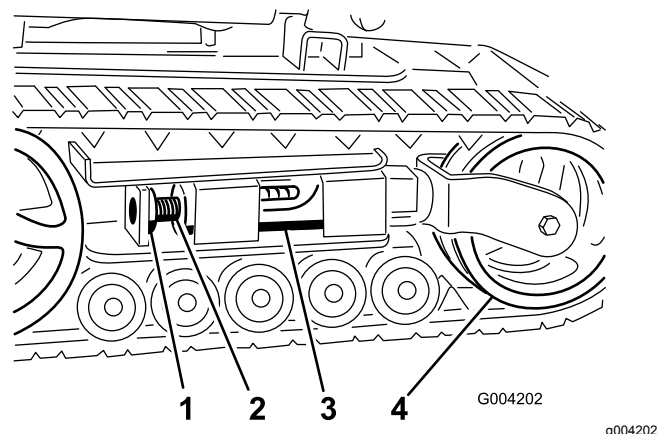
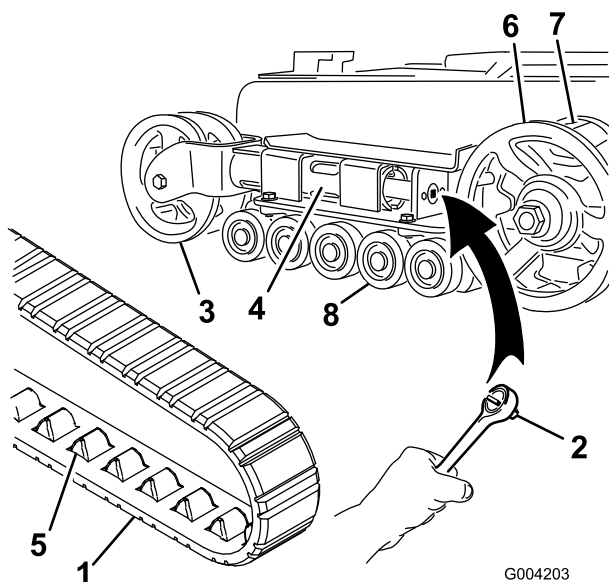
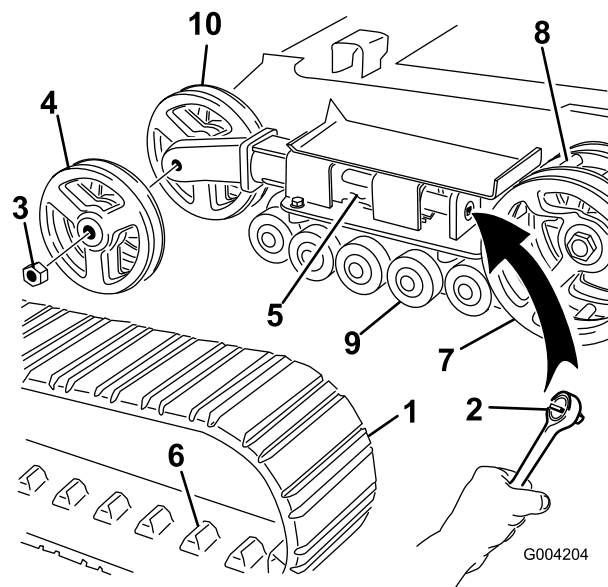

Figura 47
Figura 48
Figura 49
4. Togliete il bullone di bloccaggio e il dado (Figura 47).
6. Allineare l'intaglio più vicino della vite di tensione al foro del bullone di bloccaggio e fissare la vite con il bullone di bloccaggio e il dado (Figura 47).
Nota: Avete cingoli a larghezza ridotta se le ruote di tensione anteriori sono montate all'interno di una forcella all'estremità del tubo di tensione (Figura 48).
5. Utilizzando un cricchetto di trasmissione da ½", rilasciate la tensione di trasmissione ruotando la vite di tensione in senso orario (Figura 47 e Figura 48).
6. Spingere la ruota di tensione verso il retro dell'unità in modo da spostare il tubo di tensione contro il telaio (Figura 48).
8. Quando il cingolo è staccato dalla ruota di tensione, rimuovetelo dai denti di trasmissione e dalle ruote non motrici (Figura 48).
9. Avvolgete il nuovo cingolo iniziando dalla ruota conduttrice e controllando che i denti del cingolo si alloggino tra i distanziali della ruota stessa (Figura 48).
10. Spingere il cingolo sotto e tra le ruote non motrici (Figura 48).
Nota: Avete cingoli a larghezza ridotta se le ruote di tensione anteriori sono montate sui lati dell'estremità del tubo di tensione (Figura 49).
5. Utilizzando un cricchetto di trasmissione da ½", rilasciate la tensione di trasmissione ruotando la vite di tensione in senso orario (Figura 47 e Figura 49).
6. Spingere la ruota di tensione verso il retro dell'unità in modo da spostare il tubo di tensione contro il telaio (Figura 49).
7. Togliere il dado di fissaggio della ruota di tensione esterna e rimuovere la ruota (Figura 49).
8. Togliere il cingolo (Figura 49).
9. Togliere il dado di fissaggio della ruota di tensione interna e rimuovere la ruota (Figura 49).
13. Montare la ruota di tensione interna e fissarla con il dado tolto in precedenza (Figura 49).
15. Montare il nuovo cingolo, accertandosi che gli attacchi del cingolo si inseriscano tra i denti al centro della ruota conduttrice (Figura 49).
16. Montare la ruota di tensione esterna e fissarla con il dado tolto in precedenza (Figura 49).
6. Collocare il tappo ingrassato della ruota non motrice sulla testa del bullone (Figura 48).
7. Fissare il tappo della ruota con l'anello elastico (Figura 48).